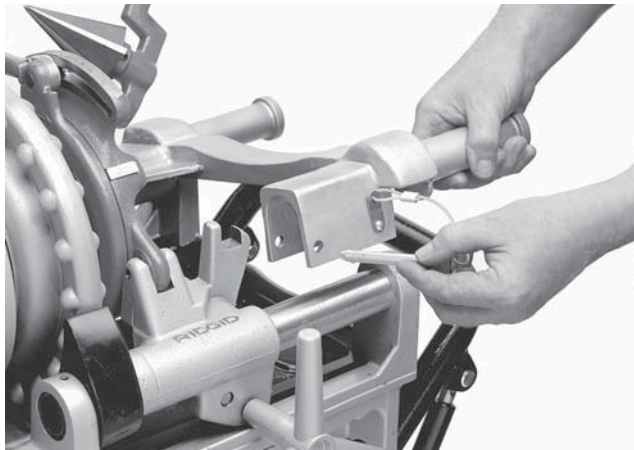

Рисунок 19 – Стопорный штифт на переходнике для №916
4. Прикрепите переходник к станку №300 путем установки С-образного участка кронштейна на заднюю направляющую (напротив оператора) и опускания части кронштейна со стороны оператора на направляющую со стороны оператора. Центральная часть кронштейна накроет опоры передней направляющей станка №300 (рисунок 19), что удерживающий штифт находится со стороны оператора кронштейна для №916.